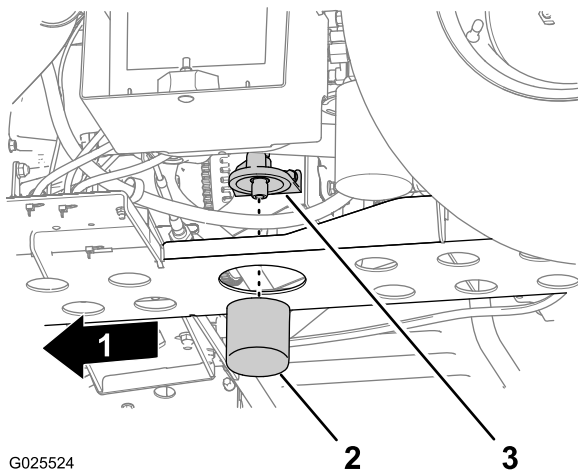

Figura 45
5. Togliete il filtro dell'olio dall'adattatore del filtro (Figura 45).
6. Pulite la base della guarnizione dell'adattatore del filtro (Figura 45).
8. Installate il filtro fin quando la guarnizione viene a contatto con la base della guarnizione dell'adattatore del filtro, quindi serrate il filtro in senso orario di un altro 1/2 giro o 2/3 di giro (Figura 45).